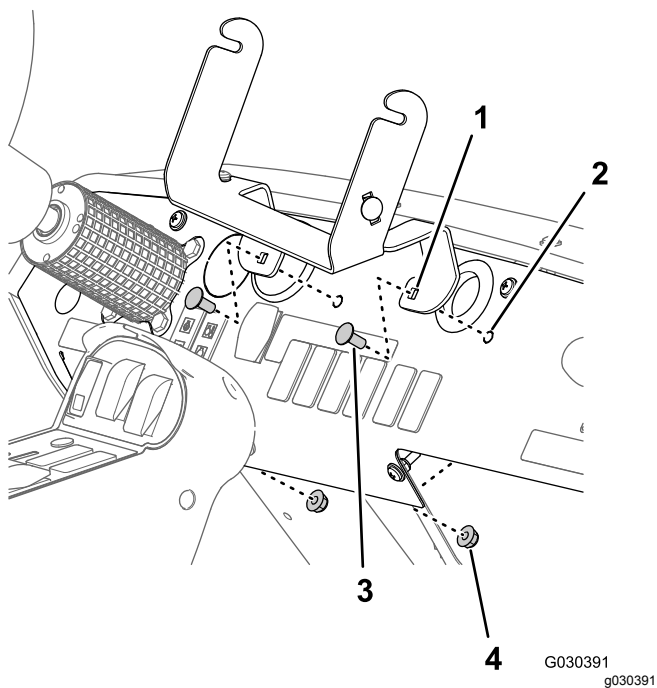

図 7
6. サポートブラケットをダッシュパネルに固定しているキャリッジボルト5/16 x 3/4"2本とフランジロックナット5/16"2個を外して、サポートブラケットを取り外す 図 7。